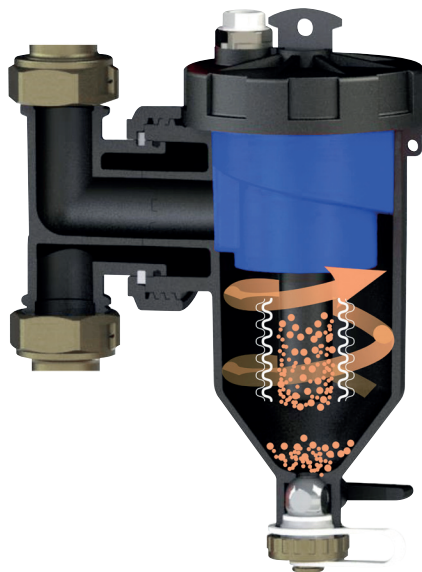

Fig. B2: acción magnética
- **acción magnética:** retención de las partículas ferromagnéticas por el imán (4) (fig. B2);